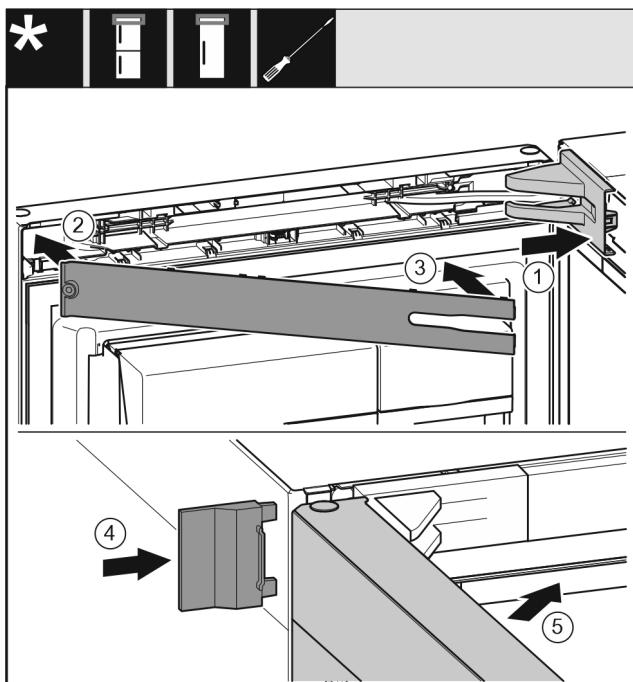

Fig. 51
- Așezați apărătoarea suporturilor de lagăr și fixați-o în poziție, după caz, desfaceți-o prin apăsare cu precauție. Fig. 51 (1)
- Așezați masca. Fig. 51 (2)
- Rabatați în interior și fixați în poziție masca. Fig. 51 (3)
- Împingeți apărătoarea exterioară. Fig. 51 (4)
- Închideți uşa superioară. Fig. 51 (5)